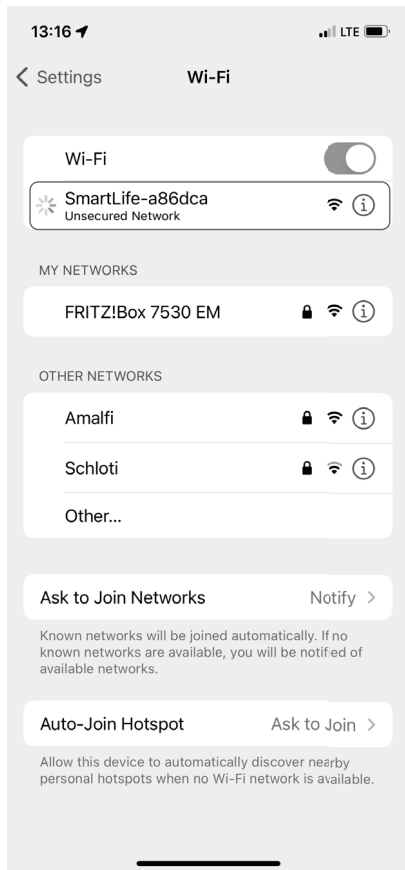

Fig. 9
- ▶ Sur votre smartphone/tablette, sélectionnez maintenant le réseau du robot aspirateur SMARTLIFE-XXXX sous « Réseaux disponibles » (**voir fig. 9**).